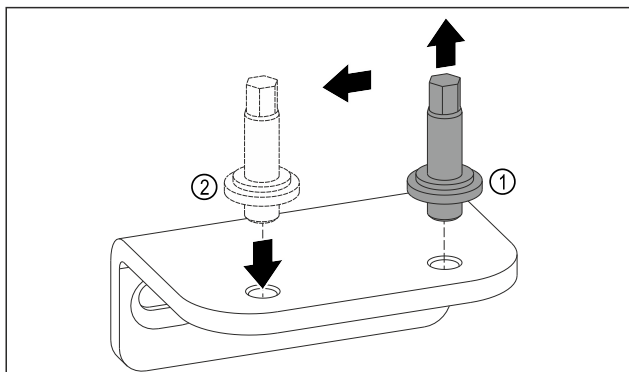

Fig. 11
- ▶ Выкрутите болт на нижнем опорном кронштейне при помощи ключа с наружным шестигранником SW5. Fig. 11 (1)
- ▶ Установите болт на противоположной стороне. Fig. 11 (2)